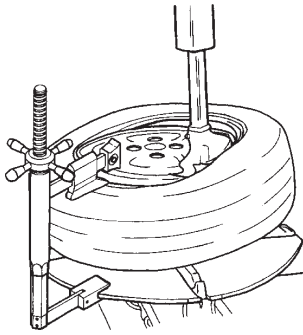

Fig. 4.2-4
C. Monter le talon supérieur de la même façon. Monter le talon supérieur de la même façon. Pour les pneus taille basse, utiliser l'étau de montage en option (#EAA0247G11A Fig. 4.2-4).